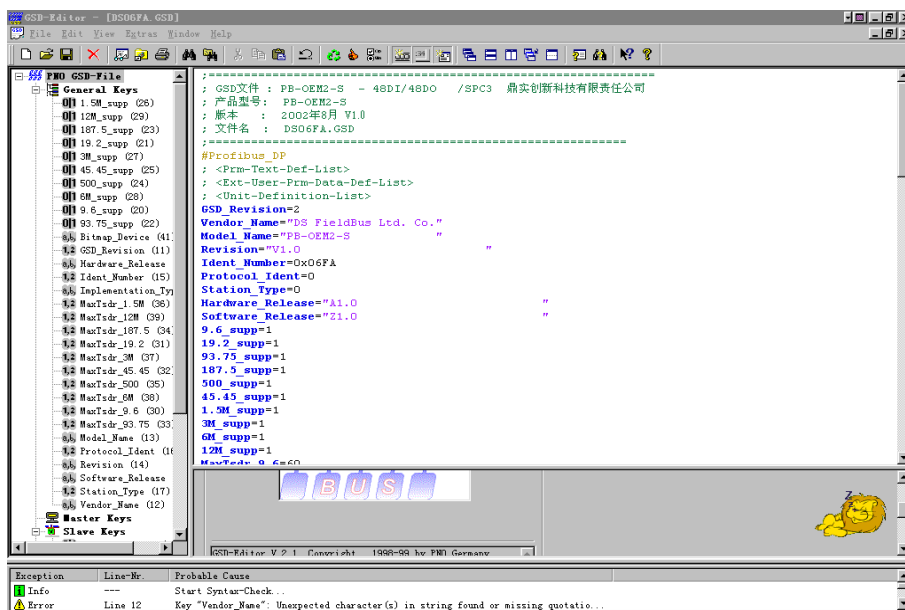

图 3-1: GSD-EDIT 打开 DS_06FA.GSD 文件
⑤ 国际 PROFIBUS 组织 PI 提供了 GSD 文件编辑软件：“GSD-Editor”，该软件依照 Profibus 技术标准格式规定，对用户编辑的 GSD 文件进行格式检查。该软件的“帮助”功能强大，也是一种快速学习 GSD 文件技术的途径。见图 3-1。